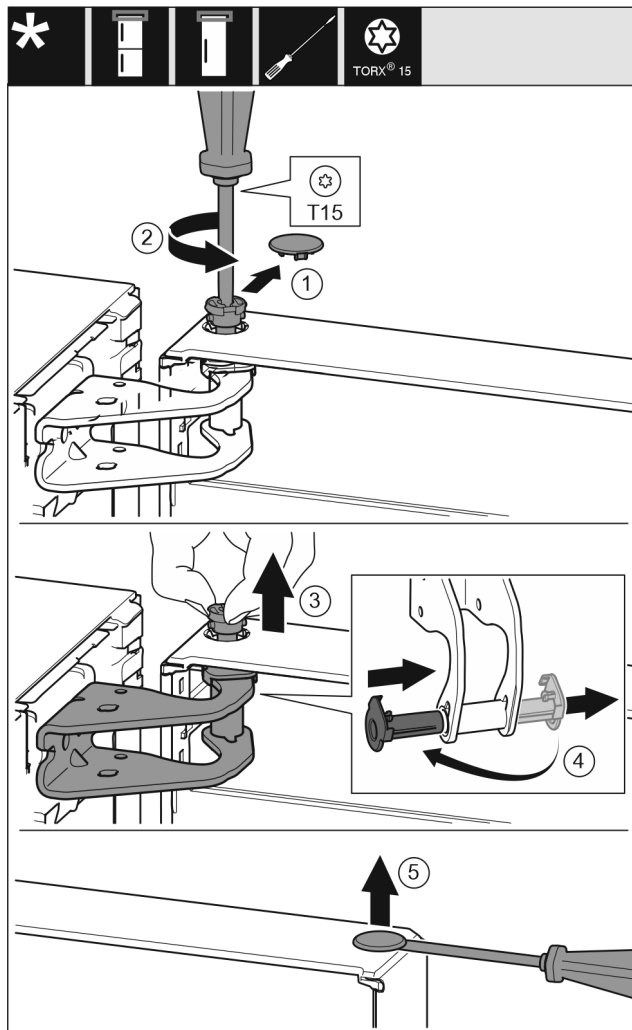

Fig. 7
- ▶ Τραβήξτε προσεκτικά το κάλυμμα ασφάλισης. Fig. 7 (1)
- ▶ Ξεβιδώστε λίγο τον πείρο με κατσαβίδι T15. Fig. 7 (2)
- ▶ Συγκρατήστε την πόρτα και τραβήξτε έξω τον πείρο με τα δάκτυλα. Fig. 7 (3)
- ▶ Τραβήξτε το κουζινέτο από τον οδηγό. Τοποθετήστε το στην άλλη πλευρά και κουμπώστε το. Fig. 7 (4)
- ▶ Ανασηκώστε προσεκτικά και τραβήξτε έξω την τάπα από το κουζινέτο της πόρτας με ένα ίσιο κατσαβίδι. Fig. 7 (5)